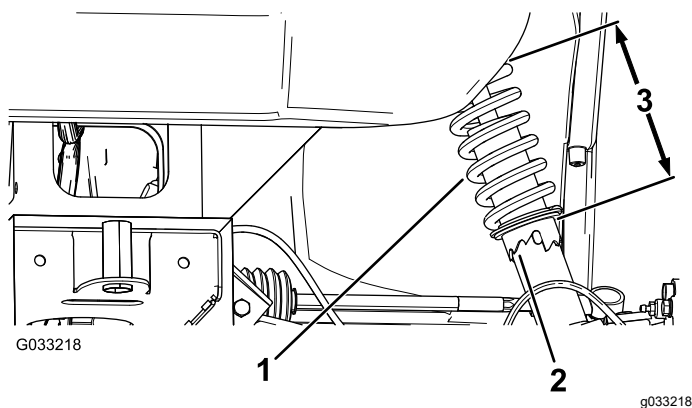

図 58
1. 特殊工具TORO132-5069を使って、ショックアブソーバのカラーを回転させてスプリングの長さを変更する 図 58。